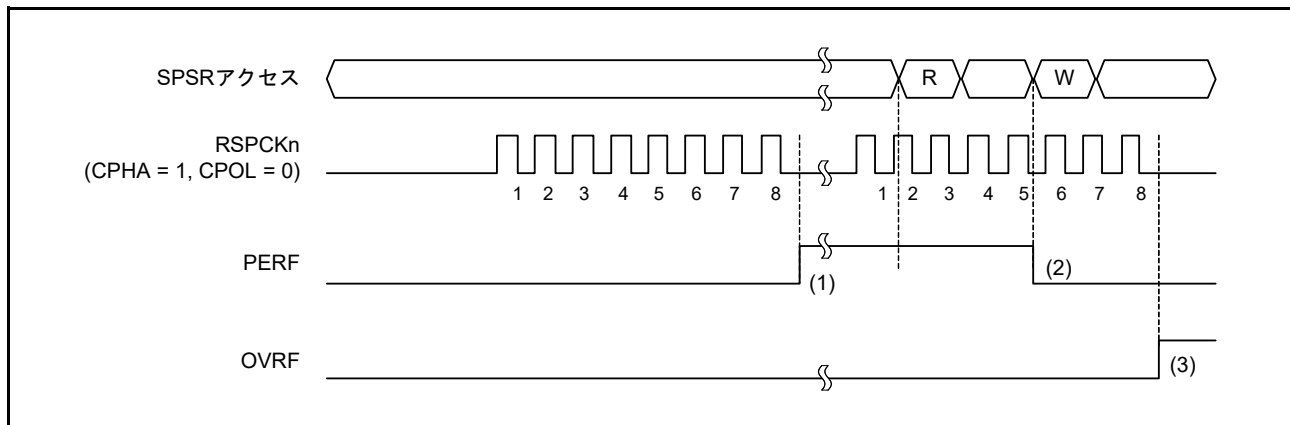

図 31.31 OVRF フラグおよび PERF フラグの動作例
図 31.31 に、OVRF フラグと PERF フラグの動作例を示します。図 31.31 に記載した SPSR アクセスでは、W は書き込みサイクル、R は読み出しサイクルを示しています。図 31.31 では、SPCR.TXMD ビットが 0、SPCR2.SPPE ビットが 1 の状態で全二重同期式シリアル通信を行います。SPCMD0.CPHA ビットが 1、SPCMD0.CPOL ビットが 0 の設定で、SPI が 8 ビットのシリアル転送を実行しています。RSPCKn 波形の下に記載した数字は、転送ビット数などの RSPCK サイクル数を示しています。
以下に、図 31.31 の (1) ~ (3) に示したタイミングでのフラグの動作内容を説明します。
- (1) SPI がオーバーランエラーを検出せず、シリアル転送が終了すると、SPI はシフトレジスタのデータを受信バッファにコピーします。このとき、SPI が受信データをチェックし、パリティエラーを検出すると PERF フラグを 1 にします。
- (2) PERF フラグが 1 の状態で SPSR レジスタを読んだ後、PERF フラグに 0 を書くと、PERF フラグは 0 になります。
- (3) SPI がオーバーランエラーを検出し、シリアル転送が終了すると、シフトレジスタのデータを受信バッファにコピーせず、SPI はパリティエラーを検出しません。